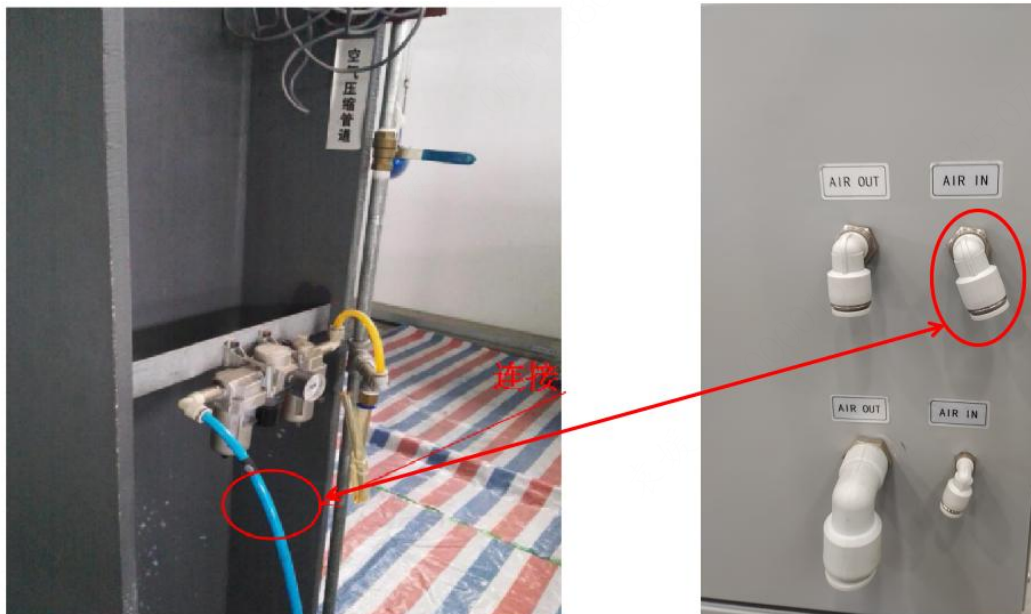

图 4.9.7 防爆柜气体回路连接图
(1) 进气接口 $\Phi 10$ 快换接头连接到直径为10毫米的气管。该气管需与外部清洁压缩空气相连，为防爆柜提供气源，如图4.9.7；